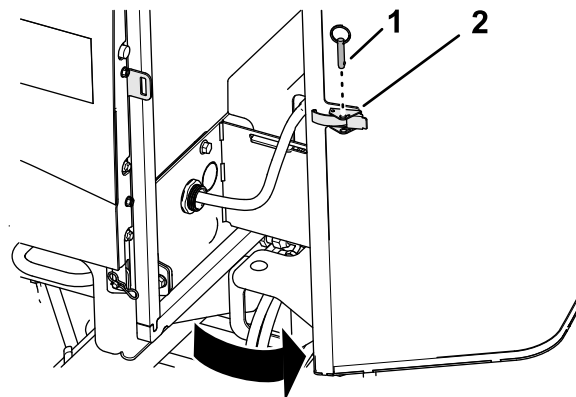

Bild 98
1. Entfernen Sie den Kuglstift von der Gitterverriegelung (Bild 98).